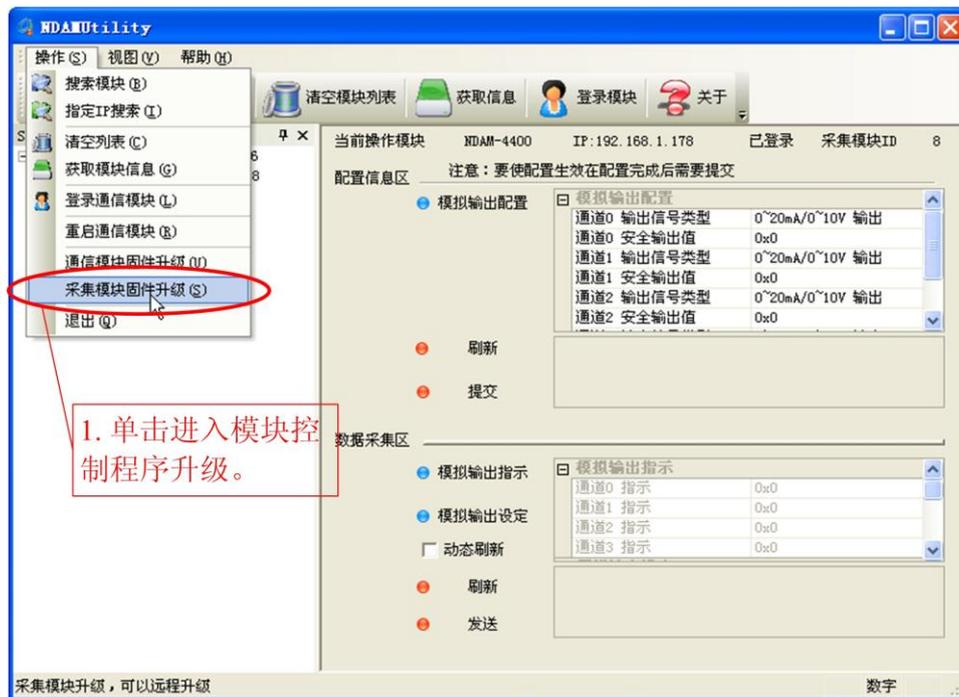

图 3.8 软件设置方式实现固件升级操作
- 1) 搜索并登陆设备, 选中“NDAM-4400 addr: *”, 点击“操作”菜单, 并选择“采集模块固件升级”选项, 如图 3.8 所示。